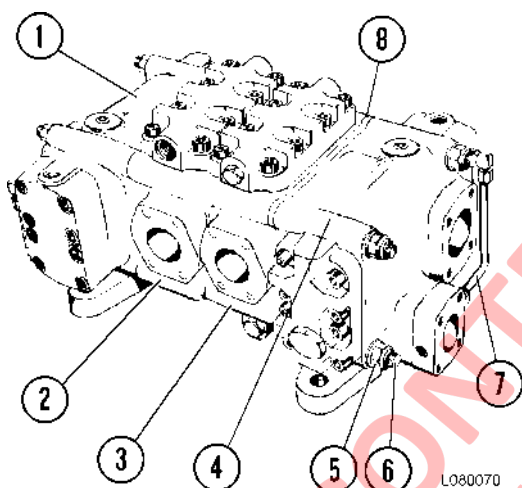
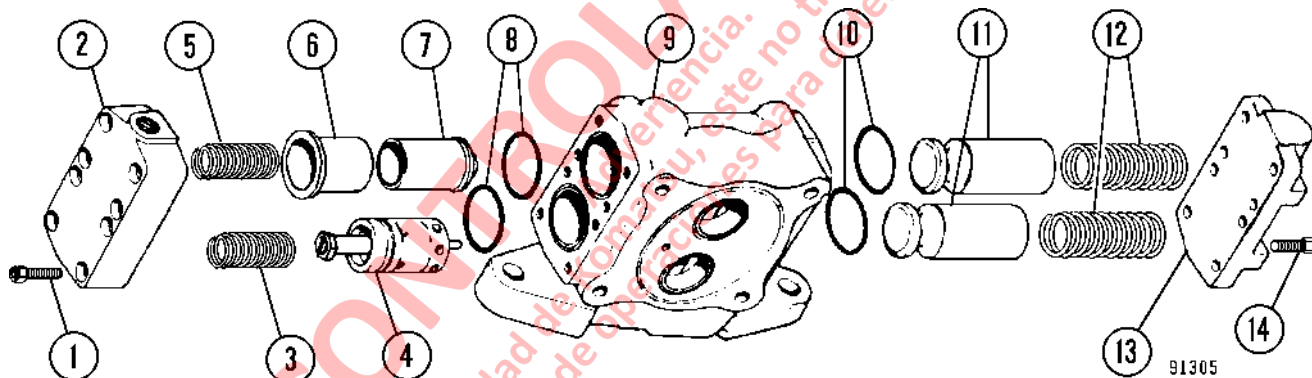

FIGURA 8-2. CONJUNTO DE LA VALVULA DE IZAJE
FIGURA 8-5. DESMONTAJE DE SECCION DE ENTRADA
NOTA: La válvula se debe posicionar con la placa separadora (8, Figura 8-2) hacia la parte delantera del camión..
1. Saque cuatro tuercas y golillas del tirante de acoplamiento (5, Figura 8-2) de un extremo de la válvula. Deslice los tirantes de acoplamiento de la válvula y separe las secciones.
2. Desconecte el tubo externo (7, Figura 8-2) en el extremo de la cubierta. Saque los pernos (14, Figura 8-5) y la cubierta (13). Saque los resortes (12), las válvulas de retención (11) y los O-Rings (10).
3. Saque los pernos (1, Figura 8-5) y la cubierta (2). Saque los resortes (3) y (5) y la válvula de control de flujo/alivio principal (4). Desmonte la camisa (6), la válvula de alivio de baja presión (7) y los O-Rings (8).
3. Monte las válvulas de retención (11, Figura 8-5) en sus respectivas cavidades. Monte los resortes (12).
4. Monte los O-Rings (10) y la cubierta (13). Monte y apriete los pernos (14) a **81 N.m (60 ft. lbs.)**.
5. Monte la válvula de alivio de baja presión (7) en la camisa (6) y monte el conjunto en la caja (9). Monte la válvula de alivio principal/control de flujo (4). Monte los resortes (3) y (5). Monte la cubierta (2). Coloque y apriete los pernos (1) a **81 N.m (60 ft. lbs.)**. Conecte el tubo externo y apriete las tuercas a **34 N.m (25 ft. lbs.)**.
NOTA: No es necesario desmontar las secciones de entrada (1) o (4, Figura 8-2) para desensamblar la sección del carrete (2) o (3).